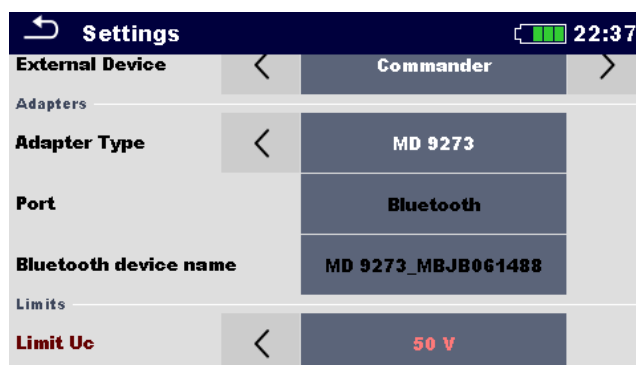

Abbildung A.1: Menü Adaptereinstellung
8. **Hauptgerät:** Das Menü Allgemeine Einstellungen / Einstellungen öffnen und zum Menü Adapterbereich navigieren, siehe *Abbildung A.1: Menü Adaptereinstellung*.